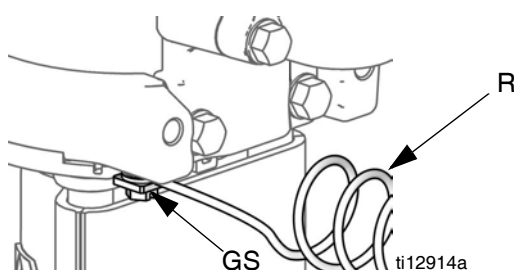

ABB. 2. Erdungsschraube und Erdungskabel
1. Pumpe: Siehe ABB. 2. Sicherstellen, dass die Erdungsschraube (GS) montiert und sicher am Luftmotor befestigt ist. Das andere Ende des Erdungsdrahtes (R) mit einem effektiven Erdungsanschluss verbinden.